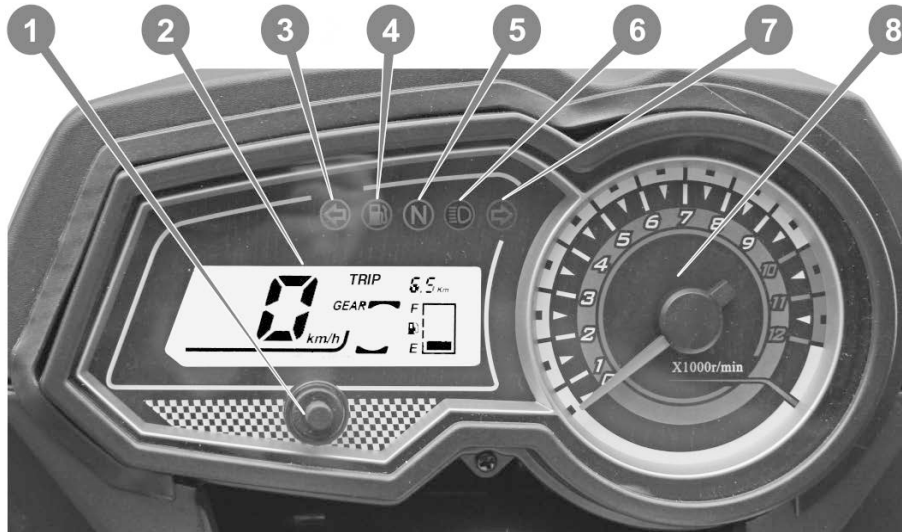

Рис. 3.2. Приладова панель
- важіль керування повітряною заслінкою карбюратора (див. рис. 3.2.) встановлено в середнє положення.